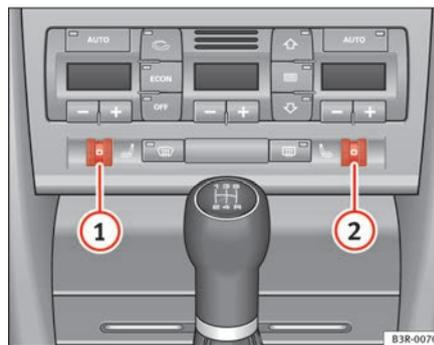

Fig. 136 Pormenor do painel de instrumentos: Rodas recartilhadas do aquecimento dos bancos
Rode a respectiva roda recartilhada ① ou ② ⇒ fig. 136, para ligar o aquecimento do banco do condutor ou do passageiro e para regular o nível de aquecimento.